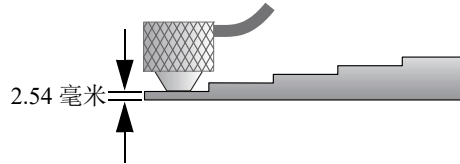

图 5-6 在 5 阶试块上进行零位校准 — 薄阶梯
- b) 将探头耦合到试块的薄阶梯（参见第 64 页的图 5-6），然后按 [ 校准零位 ] 键。